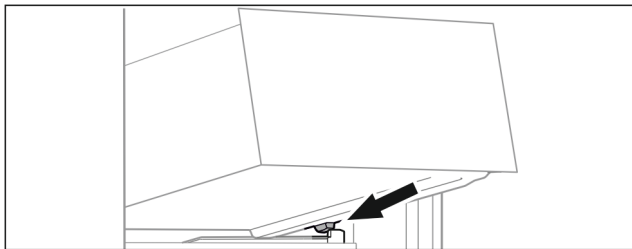

Fig. 71
- ▶ Sæt skuffen skråt bag stoppene på beholderristen. (se Fig. 71)